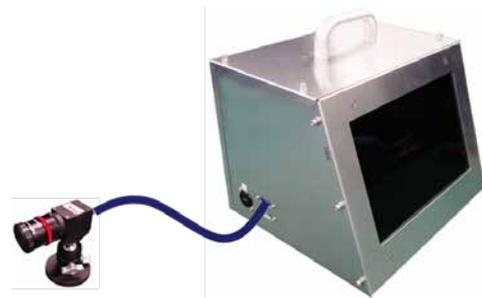

図1-実証実験構成
この確認不足等の人為的ミスを軽減するために、映像分析AIを活用した保守用車割り出し事故防止支援システムを開発した。実証実験では、CPU(Central Processing Unit)とGPU(Graphics Processing Unit)を内蔵した映像分析装置とカメラを接続した構成で実施し、次に示す成果を確認している(図1)。
老朽化のため他社製ホームドアの駆動部・制御部・操作部を更新した(図1①～⑨を当社仕様へ更新した)。